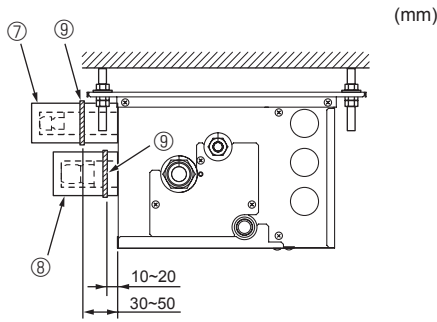

Fig. 7-5
- Ⓢ Schlauchschelle ⑩
- Ⓢ Rohrabdeckungen ③ ④ ⑤ ⑥
► Gehen Sie wie folgt vor für die Teile des Verteilerkastens die nicht an einem Innengerät angeschlossen sind. (Fig. 7-5)
- (1) Zur Verhinderung von Kältemittelaustritt sorgen Sie bitte dafür, daß die Konusmutter gemäß den in Tabelle 3 angegebenen Drehmomenten\* angezogen sind.